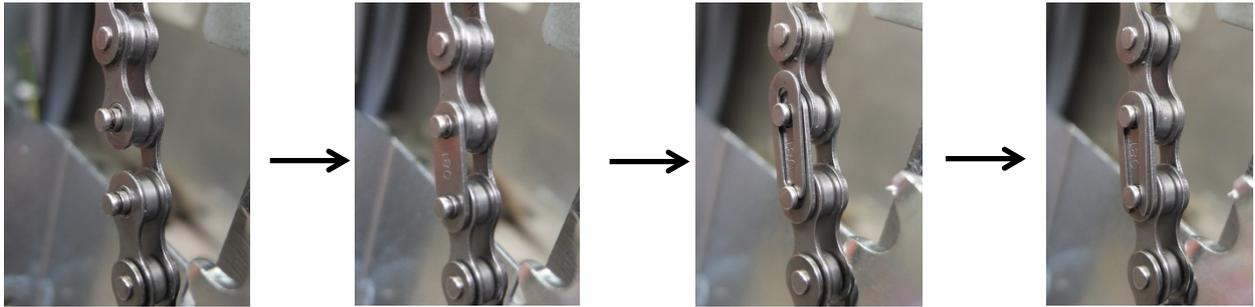

Abb. 10: Montagefolge Kettenschloss / pict. 10: assembly sequence chain lock
- Durch Rausdrehen der Stellschrauben (s. Abb. 10), die Antriebseinheit in die tiefste Stellung setzen.
- Kette auf das Kettenrad der Antriebseinheit und das der Antriebswelle auflegen und die Kette mit dem Kettenschloss (6), wie in Abbildung 10 dargestellt, verschließen.
- Put the chain onto the chain wheel of the drive unit and on the mechanism shaft, and lock the chain via the chain lock (6), as shown in picture 10.